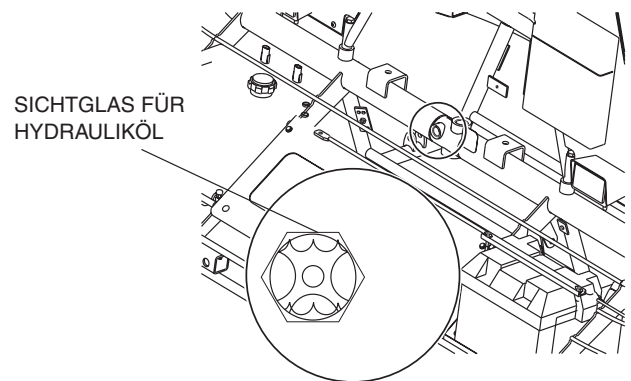

Figure 8. Sichtglas für Hydrauliköl
1. Überprüfen Sie den Zustand des Hydrauliköls durch das Sichtglas (Figure 8). Ersetzen Sie das Hydrauliköl, falls es verschmutzt ist oder sich Blasen gebildet haben.